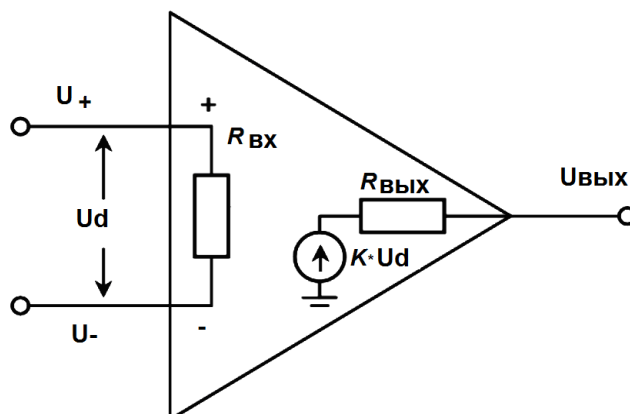

Рис. 3. Эквивалентная схема ОУ
Эквивалентная схема ОУ в которой смоделированы некоторые параметры представлена на рис.3
Из формулы (4) следует, что коэффициент усиления ОУ с отрицательной обратной связью (рис. 3) равен